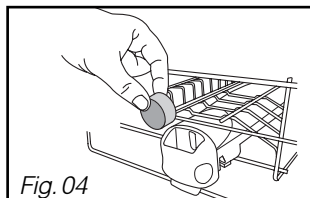
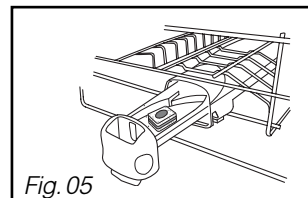

Fig. 04
Fig. 05
non multifonction dans le compartiment extérieur (Fig 04)
ou pour un fonctionnement optimal, tirez le tiroir du distributeur et disposez la pastille. (Fig 05)
• **Disposez la pastille** dans le compartiment extérieur (Fig 04 page précédente), **ou pour un résultat optimal, tirez le tiroir du distributeur et disposez la pastille à l'intérieur.** (Fig 05 page précédente).